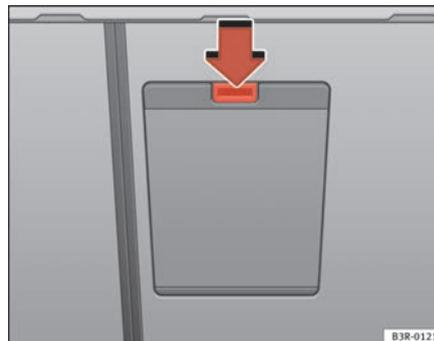

Fig. 120 Pormenor do banco traseiro visto de trás: Tampa do saco para objectos longos
- Prima o botão de desbloqueio da tampa do saco para objectos longos ⇒ página 148, fig. 120 -seta- e rode-a para baixo.